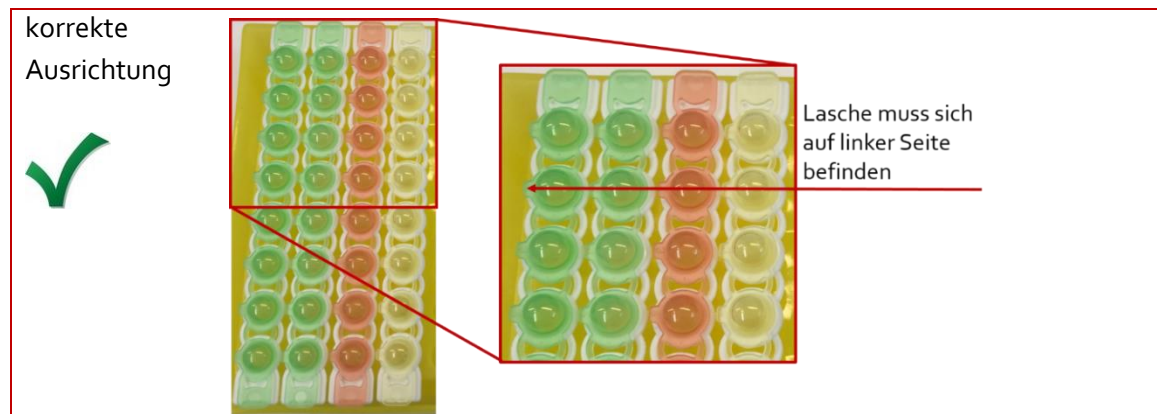

Abbildung 6 Ausrichtung der GynTect® Strips
4. Setzen Sie die **GynTect® Strips** auf ein PCR-Rack. Beachten Sie dabei die korrekte Ausrichtung der **GynTect® Strips** (siehe Abbildung 6).